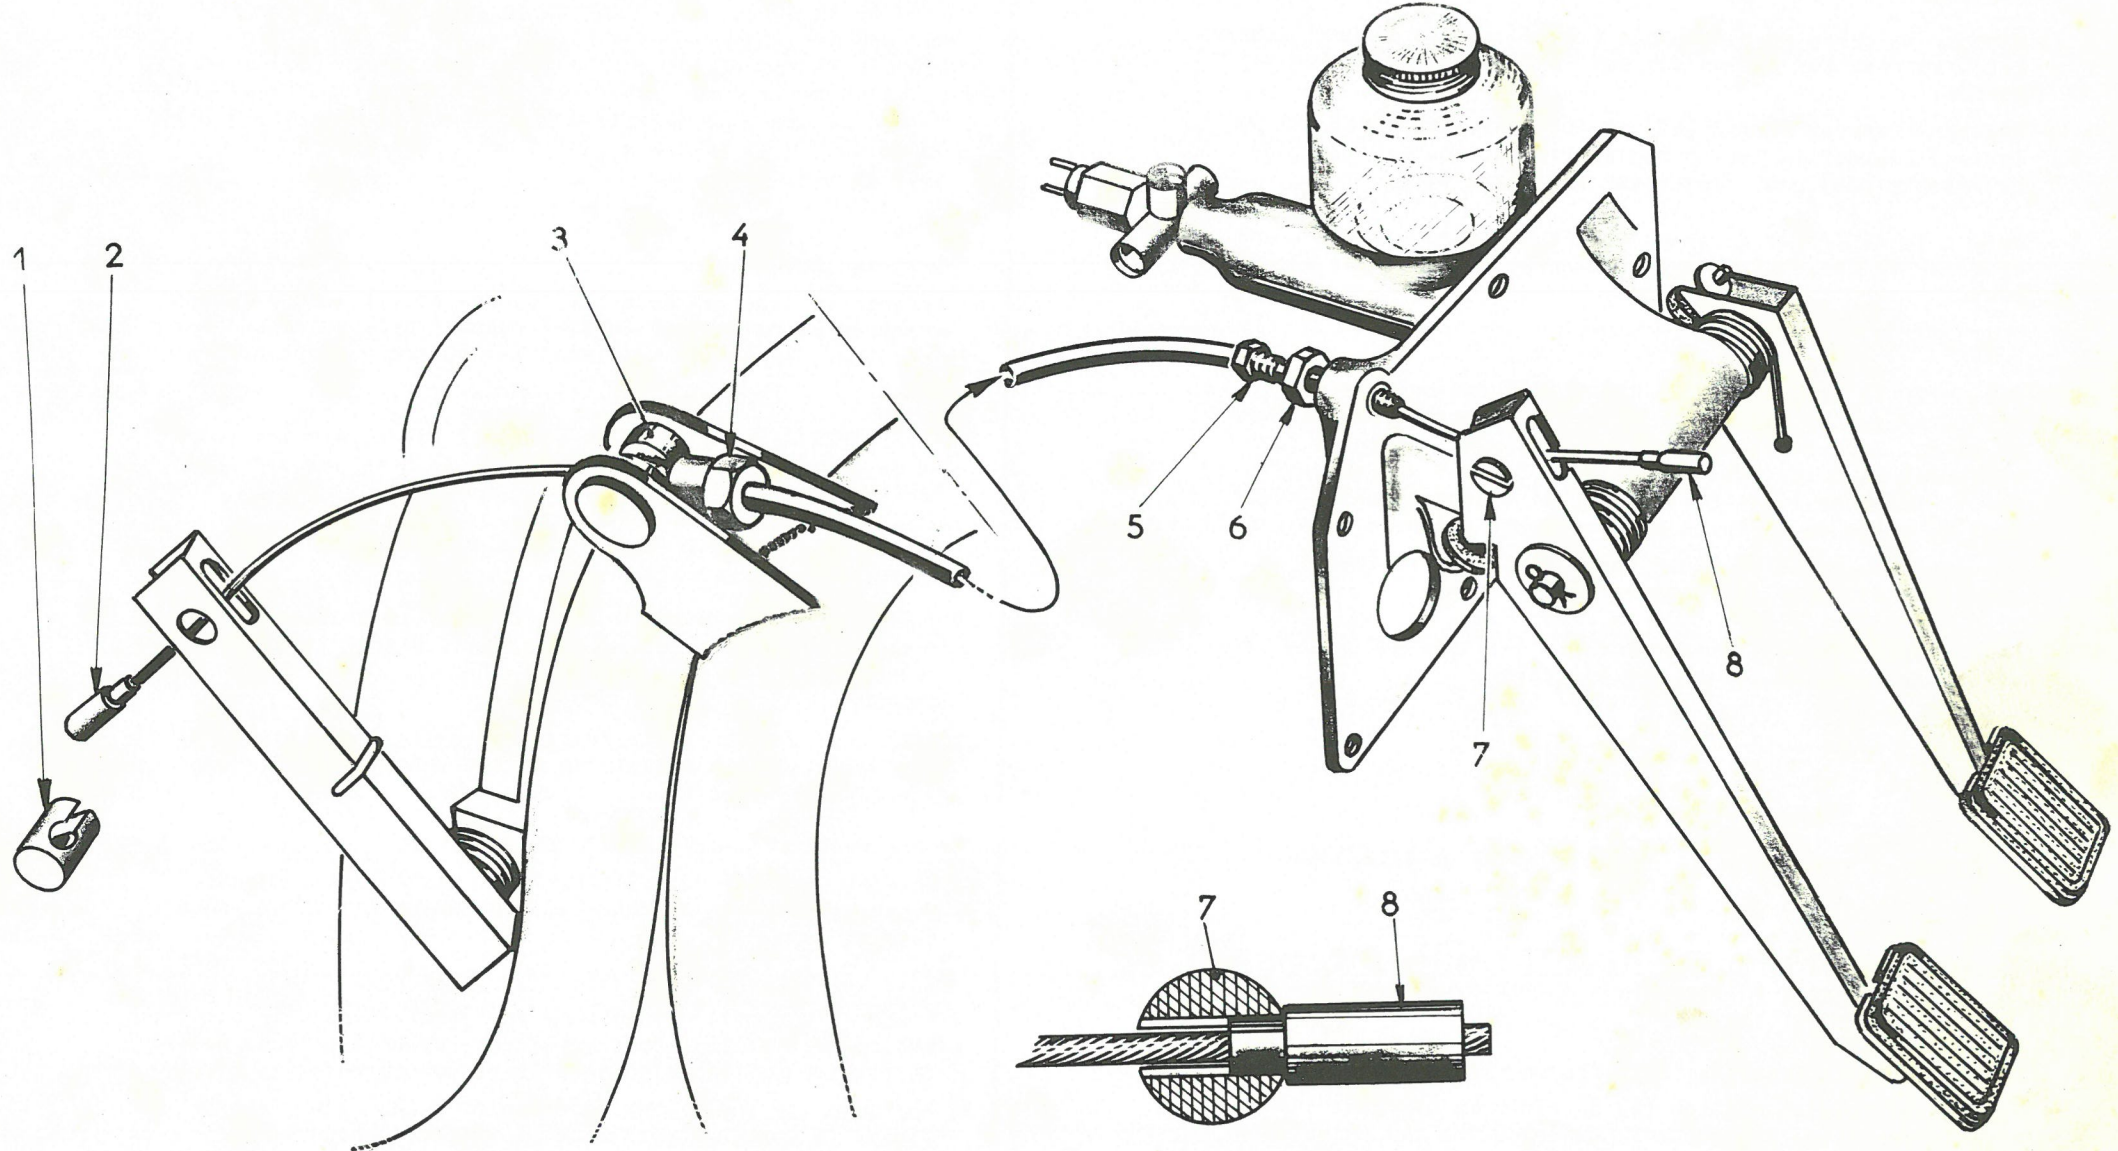

Fig.1
(Fig. 1).
- REMPLACEMENT du CABLE de COMMANDE de DEBRAYAGE - (Fig. 1).
- 2) Dévisser au maximum l'écrou (6) de blocage de la butée, puis visser la butée (5) à fond.
- 3) Ouvrir la plaque de visite gauche. Dégager l'embout (8) du tourillon (7). Retirer le tourillon de la pédale et dévisser complètement la butée de réglage (5). Dégager l'ensemble câble et gaine du support de pédales.
- 4) Retirer le tourillon (1) du levier de débrayage, puis dévisser complètement l'arrêt de gaine (4). Sortir le câble du tourillon (3) fixé sur le tube de réchauffage, retirer la gaine de l'agrafe la maintenant à la tirette de chauffage gauche; dégager l'ensemble de commande de débrayage.
- 5) Visser l'écrou de blocage (6) à fond sur la butée de réglage (5). Présenter l'ensemble gaine et câble sur le support de pédales et visser la butée de réglage (5) au maximum.
- 6) Passer l'autre extrémité du câble dans le tourillon (3) fixé sur le tube de réchauffage, puis visser l'arrêt de gaine (4)